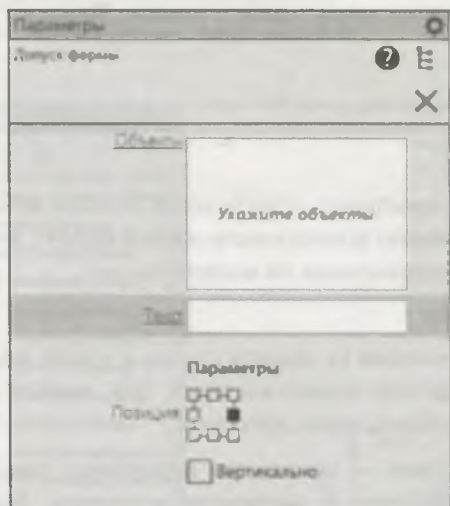

Рис. 28.15. Панель Параметры: Допуск формы
- ◆ ЛК мыши укажите точку, определяющую положение таблицы допуска. В графической области автоматически появляется таблица для ввода допуска (см. рис. 12.13). После указания обозначаемого объекта автоматически определяется положение плоскости обозначения. На панели **Параметры: Допуск формы** (рис. 28.15) выполните такие настройки: